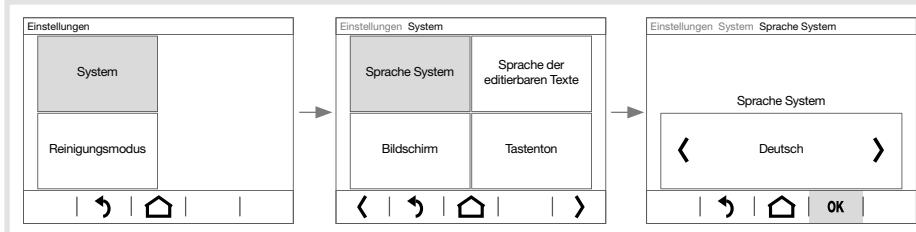

Bild 5: Beispiel Einstellung der Systemsprache
Die Anzeige wechselt zu einer weiteren Seite, auf der nochmals auszuwählen ist, oder direkt zur Einstellung des Parameters (Bild 5).
- Mit **-/+** den Parameterwert verringern/erhöhen, mit **>/<** nach einem vorgegebenen Wert blättern (Bild 5) oder mit **[EIN]** / **[AUS]** den Parameter aktivieren/deaktivieren (Tabelle 1).